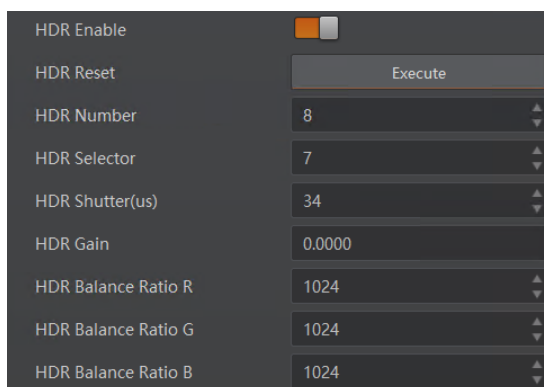

图11-22 HDR 设置
3. 选择 *HDR Selector*，通过调整 *HDR Shutter(μ s)*、*HDR Gain* 和 *HDR Balance Ratio R/G/B* 的数值，分别对每一组的曝光时间、增益值以及 R/G/B 分量进行设置，如图 11-22 所示。